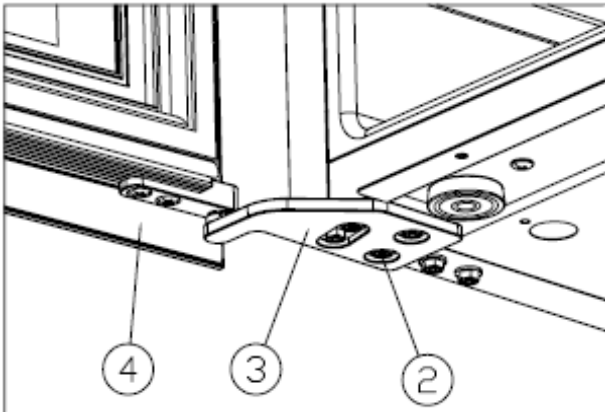

Abb. 5
- ✧ Das obere Scharnier montieren ③ und die M5*16-Schrauben anziehen②. [Abb. 5]